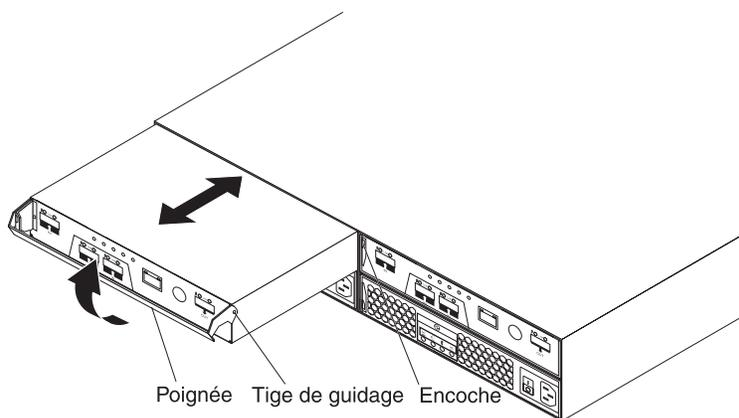

Figure 39. Installation d'un contrôleur
- b. Tirez lentement sur la poignée pour l'écartier du boîtier et retirez le panneau obturateur de sa baie, comme illustré dans la figure 39, à la page 72.
- b. Assurez-vous que les tenons latéraux du contrôleur s'enclenchent dans les encoches du boîtier du DS3200. Voir la figure 39.